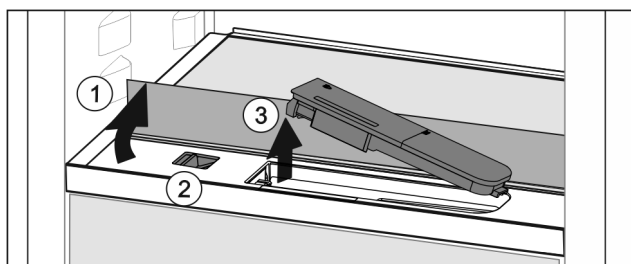

Fig. 87
- ▶ Podnieść płytę szklaną i złożyć ją z powrotem, aż do oporu *Fig. 87 (1)*.
- ▶ Przesunąć suwak *Fig. 87 (2)* w lewo.
- ▶ Wyjmowanie zbiornika wody *Fig. 87 (3)*.